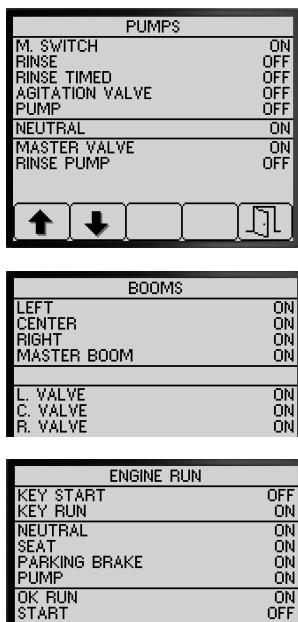

图 85
3. 按 1 号或 2 号按钮导航并查看打药机系统的输入和输出状况信息 图 85。